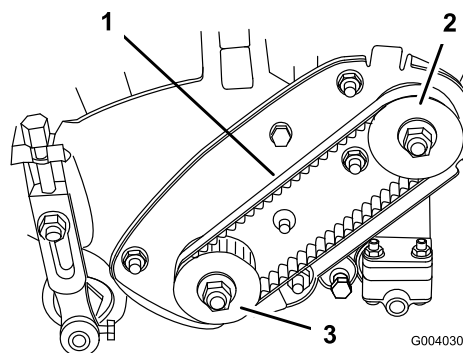

図 31
2. プーリ間の中央でベルト（図 31）を指で押して点検する。押す力は 1.8 ± 0.5 kg程度。4.8～7.9 mm 程度のたわみが出るのが適正である。たわみの量が適正でない場合は以下の手順へ進む。